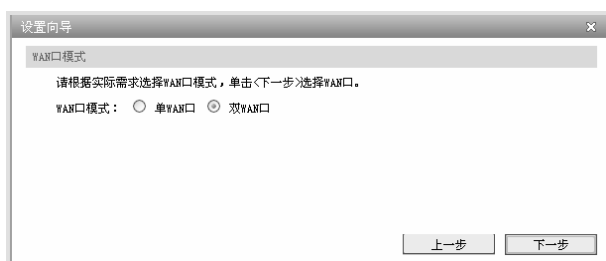

图 5-5 WAN 口模式
5. 请根据实际需求选择WAN口模式，如图 5-5所示（MR300VPN/MR450VPN没有此界面）。单击“下一步”，进入WAN口选择界面。